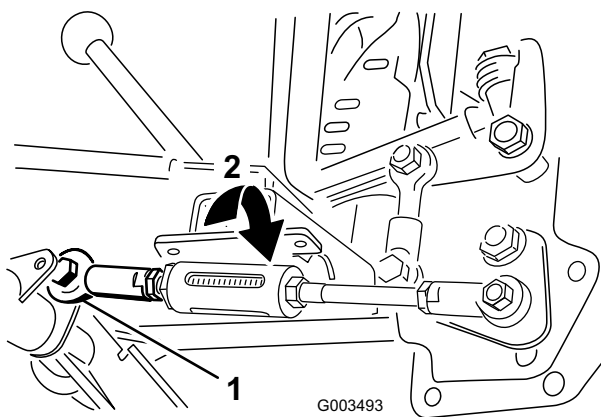

Figura 18
- A. Rimuovere il bullone e il dado che fissano l'asta al tubo orientabile (Figura 18).
- B. Ruotare il giunto a sfera illustrato nella Figura 18 per modificare la lunghezza dell'asta come indicato di seguito: